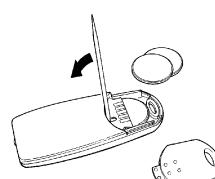

Fig. 10
- Enfiler une petite pointe non métallique dans la fente comme sur la figure 10 et pousser les piles vers l'extérieur;